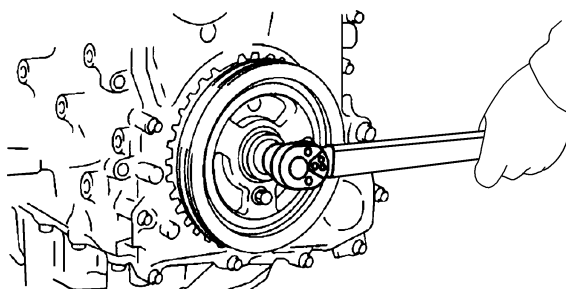

图 25-42 紧固曲轴带轮固定螺栓
- 3) 按照图 25-42 所示，紧固曲轴带轮固定螺栓至 $96 \sim 104 \text{ N} \cdot \text{m}$ ，然后再拧 $87^\circ \sim 93^\circ$ 。